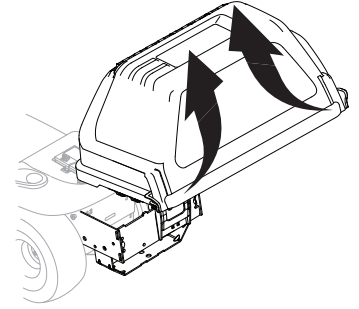

Figura 26
2. Abra la cubierta de la colector de césped oprimiendo hacia adentro la lengüeta posterior derecha y la lengüeta posterior izquierda, como se de la Figura 26, y levantando la cubierta por la parte posterior de la cubierta de la embolsadora. No extraiga del tractor el conjunto de tubo del canal.